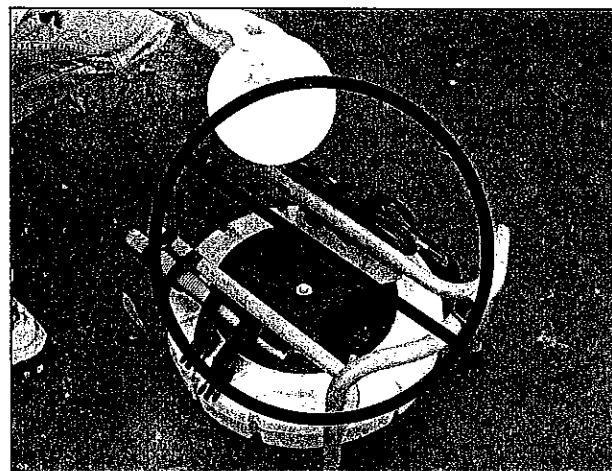

図 18 横に倒した状態でドラム内に水を入れないこと
**注意!** リールを横に倒した状態(ドラムの開口部が上を向いた状態)でリール内に水は絶対に入れないでください! ハブに入った水が内部のスリップリングを傷める場合があります。(図 18 参照)